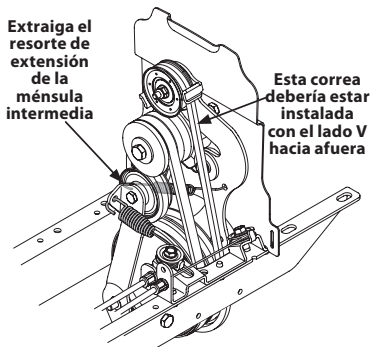

Figura 19
4. Retire el resorte de extensión del soporte intermedio, como se ilustra en la Figura 19. Se recomienda usar un par de pinzas de punta de aguja, y sujetar el resorte por el extremo que se engancha sobre el bastidor. Simplemente, sujételo y tire para sacarlo del bastidor, luego hacia arriba y con cuidado suelte la tensión del resorte.